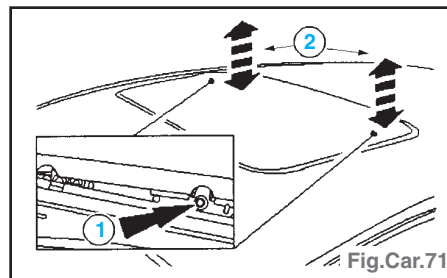

Fig.Car.71
- Régler le bord arrière du panneau de toit ouvrant (Fig.Car.71) :
- desserrer les vis arrière des deux côtés (1),
- pousser le bord arrière vers le haut/vers le bas pour obtenir l'alignement correct (affleurant à + 1 mm) (2).